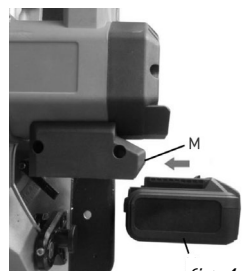

fig. 4
8. Insérez le bloc-batterie (N) dans le port de batterie (M). Assurez-vous que le loquet de dégagement s'enclenche en place, afin de fixer la batterie correctement (fig. 4).